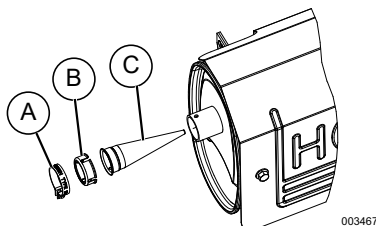

Figure 4-6. Écran du pare-étincelles
1. Desserrez la bride (A). Voir la Figure 4-6.
2. Inspectez le cône (C) et remplacez-le s'il est tordu, perforé ou autrement endommagé. Si le cône est en bon état, nettoyez-le à l'aide d'un solvant commercial.
3. Remettez le cône (C) et le collier (B) du pare-étincelles en place. Fixez l'ensemble avec la bride (A).